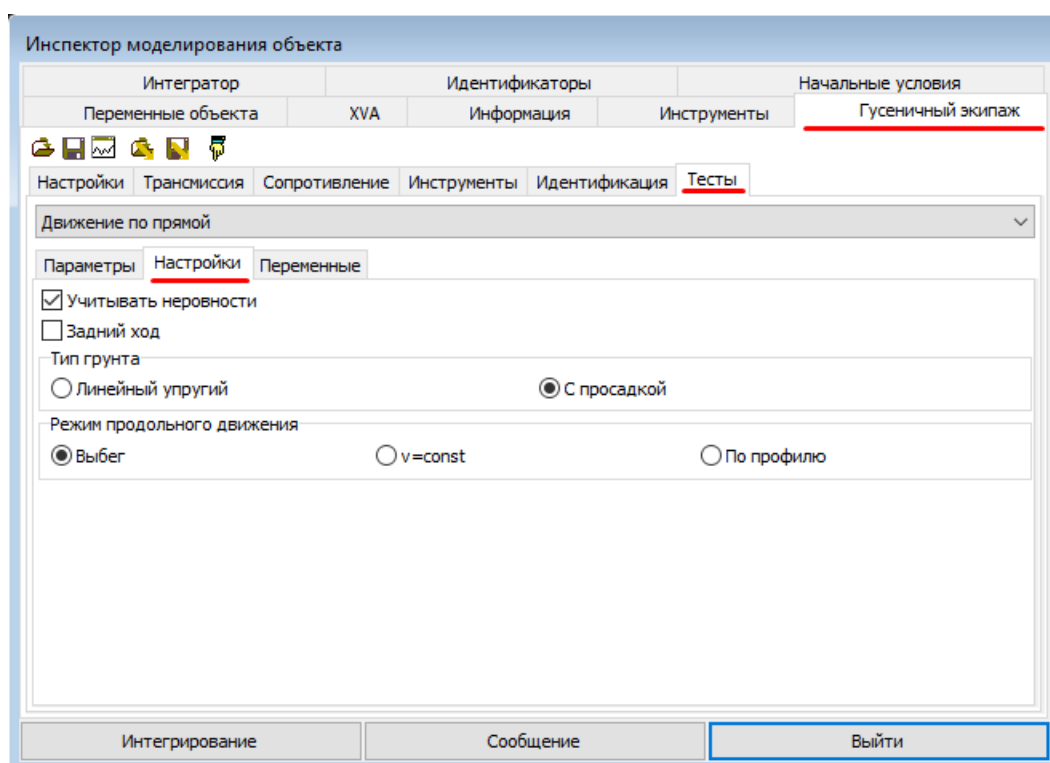

Рис. 14. Общие настройки теста
5. Рассмотрим общие параметры и настройки теста. Перейдите на вкладку **Гусеничный экипаж | Тесты | Настройки** (рис. 14). Моделирование динамики ГМ в ПК УМ основано на системе тестов. В нашем случае выбран тест **Движение по прямой**, который позволяет рассчитать динамические показатели с учетом неровностей поверхности,
6. Ключ **Учитывать неровности** включает/выключает неровности (рис. 14).
7. В поле **Тип грунта** выбран тип **С просадкой**, который позволяет выбрать характеристику грунта (рис. 14). Более подробное описание можно найти в Главе 18 в пп.18.3.4.5.6 "Тесты с продольным движением", пп.18.3.1.2 "Взаимодействие звеньев гусеницы с грунтом".
8. В поле **Режим продольного движения** выбрано **Выбег** (рис. 14). Это означает, что начальная продольная скорость кузова трактора задается через стандартный идентификатор v_0 . Со значением начальной скорости v_0 должна быть синхронизирована угловая скорость на ведущем колесе ω . Таким образом, вращение ведущего колеса задано кинематически и реализует бесконечную мощность.